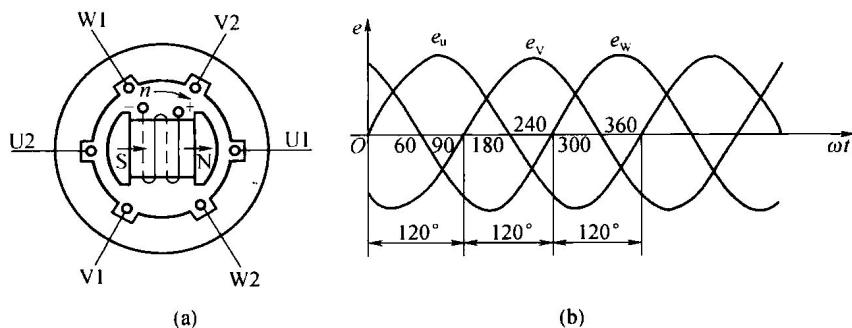

图 1-1-1 三相交流发电机绕组及电压波形
(3) 三相交流电的产生：图 1-1-1 所示为三相交流发电机绕组及电压波形。定子槽中嵌有三个独立的绕组，称为三相绕组。三相绕组的首尾端分别为 U1、V1、W1，互差 120°，它们的尾端分别为 U2、V2、W2。转子被原动机拖动切割定子绕组，在定子绕组中产生感应电动势。因为三相定子绕组在安放时相差 120°，所以磁场被切割的时间有先有后，因此三相绕组感应电动势有相位差。